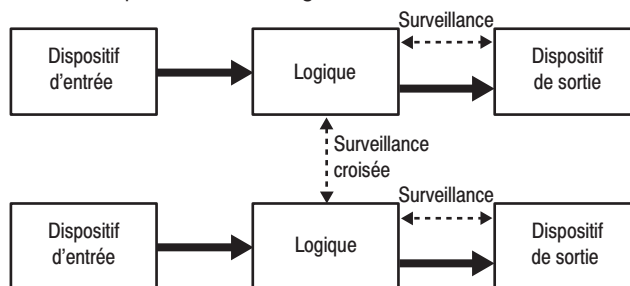

Figure 130 : Architecture désignée catégorie 3
L'architecture désignée catégorie 3 doit utiliser des principes de sécurité de base (voir l'annexe de la norme EN ISO 13849-2). Il existe également une exigence qui impose que le système/sous-système ne tombe pas en panne en cas de défaut unique. Cela signifie que le système doit tolérer un défaut unique pour sa fonction de sécurité. La façon la plus courante de satisfaire à cette exigence est d'utiliser une architecture à double voie comme illustré à la figure 130. De plus, un défaut unique doit être détecté, lorsque cela est possible. Cette exigence est identique à l'exigence originale de la catégorie 3 de la norme EN 954-1. Dans ce contexte, l'expression "lorsque c'est possible" s'est révélée problématique. Elle signifiait que la catégorie 3 pouvait couvrir tout, d'un système redondant mais sans détection des défauts (souvent appelé de façon descriptive mais appropriée "redondance idiote") à un système redondant dans lequel tous les défauts uniques sont détectés. Cette question est abordée dans la norme EN ISO 13849-1 puisque celle-ci impose d'estimer la qualité du taux de couverture des tests de diagnostic (DC). En référence à l'annexe K ou au tableau 10. Nous voyons que plus la fiabilité [MTTFd] du système est élevée, plus le taux DC peut être faible. Cependant, DC doit être au moins de 60 % pour la catégorie 3 d'architecture.